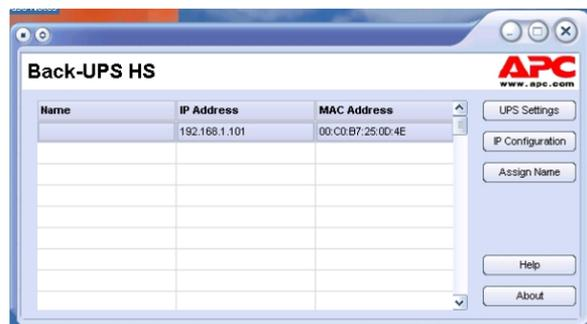
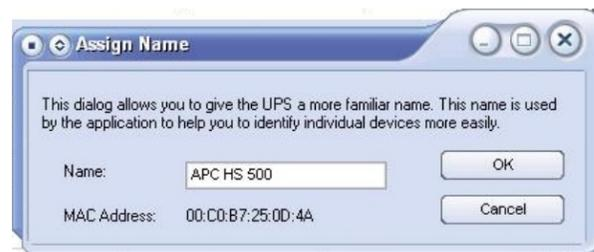

Figure 8. Fenêtre de l'adresse IP et de l'adresse MAC du Back UPS HS
Figure 11. Fenêtre d'attribution d'un nom
8. Une fois installé, le logiciel Back-UPS HS est accessible dans le menu **Démarrage**. À son lancement, le programme recherche tous les périphériques Back-UPS HS présents sur le réseau, puis les identifie par adresse IP et adresse MAC (voir figure 8). L'adresse IP est automatiquement attribuée au Back-UPS par les services DHCP depuis le concentrateur ou le routeur. Les adresses IP ainsi attribuées peuvent changer automatiquement de temps à autre. APC recommande donc de ne pas mettre l'adresse IP en signet, car elle risque de devenir périmée. L'adresse MAC est attribuée au Back-UPS HS 500 à l'usine.
10. Pour attribuer un nom au Back-UPS, cliquez sur le bouton **Assign Name** (figure 8) et entrez le nom dans la boîte de dialogue qui s'affiche. Ce nom apparaîtra dans la colonne à gauche de l'adresse IP de l'appareil (figure 11). Vous ne pouvez pas utiliser deux fois le même nom.
13. Pour modifier la configuration du Back-UPS ou effectuer des tâches de maintenance, vous devez accéder à la page Web (figure 11) en cliquant sur le bouton **UPS Settings**.